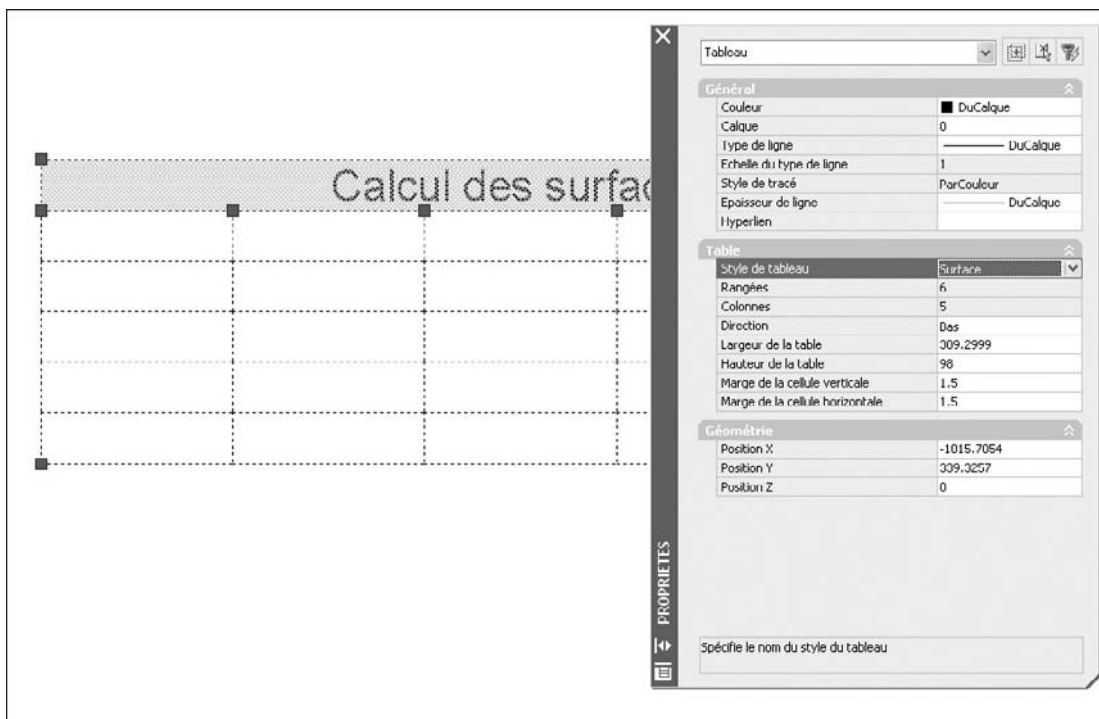

Fig.12.23
- 3 Dans la palette **Propriétés** (Properties), sous **Tableau** (Table), cliquer sur la valeur **Style de tableau** (Table style) et sélectionner un style (fig.12.23).